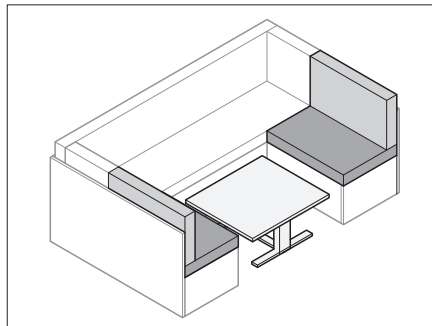

Bild 68 Bygga om bordet
- Bygg om bordet (Bild 68) till sängbotten (se avsnitt 7.7).